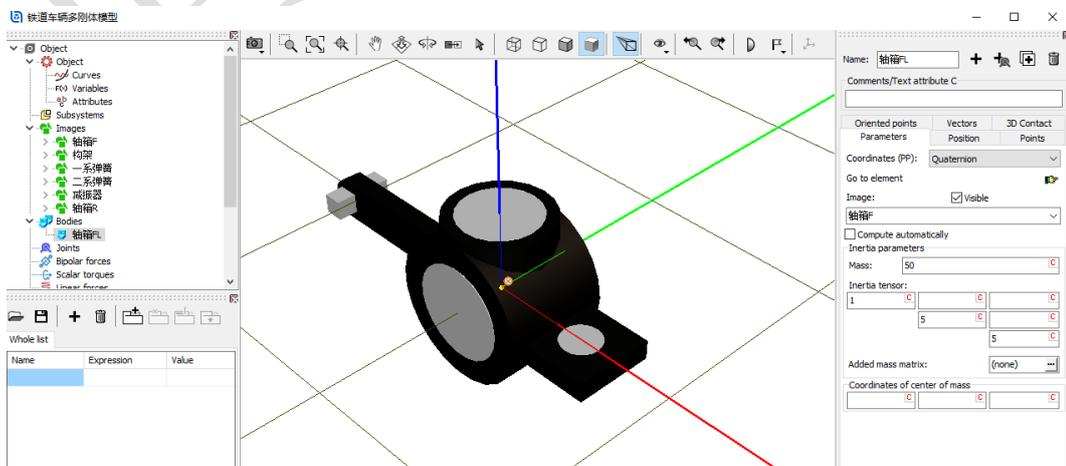

图 3-3
- 4) 创建第一个刚体，命名为**轴箱 FL**，选择几何**轴箱 F**，定义质量**50**，转动惯量 (**1, 5, 5**)，如图 3-3。